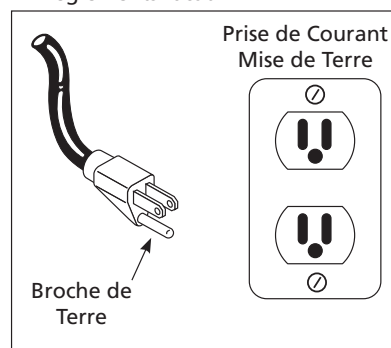

Figure 3 - Méthode de mise à la terre
1. Ce produit est conçu pour l'utilisation d'un circuit de 120 volts et a une fiche de mise à la terre comme celle indiquée sur la Figure 3. Assurer que le modèle est branché à une prise de courant qui a la même configuration que la fiche. Ce produit doit être mis à la terre. Dans l'événement d'un court-circuit, la mise à la terre diminue le risque de secousse électrique en fournissant un fil d'échappement pour le courant électrique. Ce produit est équipé avec un cordon qui a un fil de terre avec une fiche de terre. La fiche doit être branchée dans une